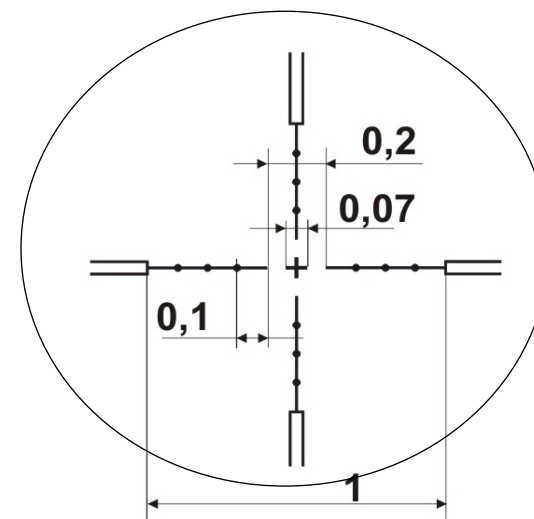

Рисунок 6 – Внешний вид прицельной сетки для модели «Dedal-490-DK3 (165)»
*смотри соответствие на рис. 6.